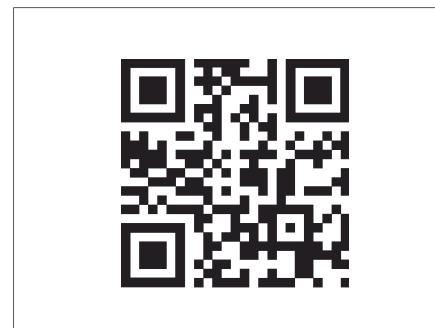

Fig. 323 Codice QR per interfaccia utente
- Scansionare il codice QR (Fig. 323).